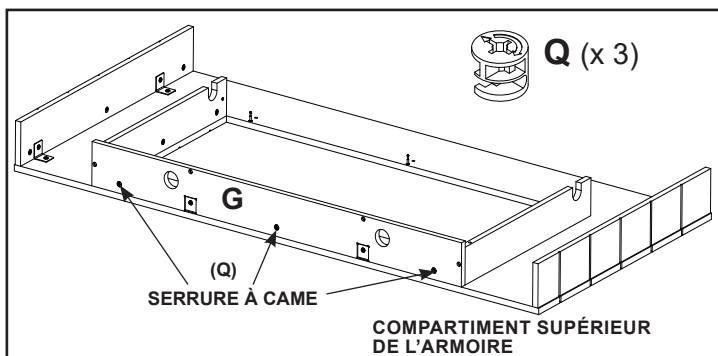

Figure 16
- Tournez chacune des trois (3) serrures à came (Q) d'un quart de tour dans le sens des aiguilles d'une montre. Se reporter à l'étape 4 et à la figure 16.